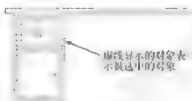
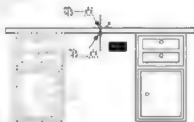

图 4-12
图 4-13
**步骤 3:** 在绘图区选择如图 4-12 所示的对象，按 Enter 键，出现提示，提示用户指定镜像线的第一个点，在绘图区单击，出现提示，提示用户指定镜像线的第二点，在绘图区单击确定镜像线的第二点，如图 4-13 所示。出现提示，提示用户是否删除源对象。